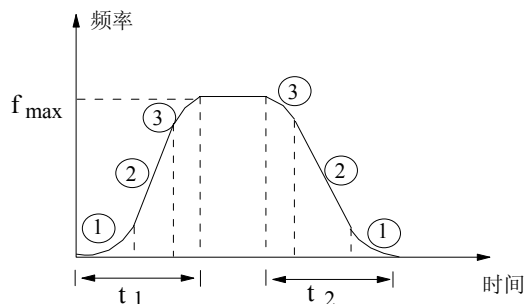

图5-15 S曲线加减速
输出频率按照S形曲线递增或递减,如图5-15所示。
S曲线起始段时间如图5-15中①所示, 这里输出频率变化的斜率从0逐渐递增。
S曲线上升段时间如图5-15中②所示, 这里输出频率变化的斜率恒定。
S曲线结束段时间如图5-15中③所示, 这里输出频率变化的斜率逐渐递减到0。